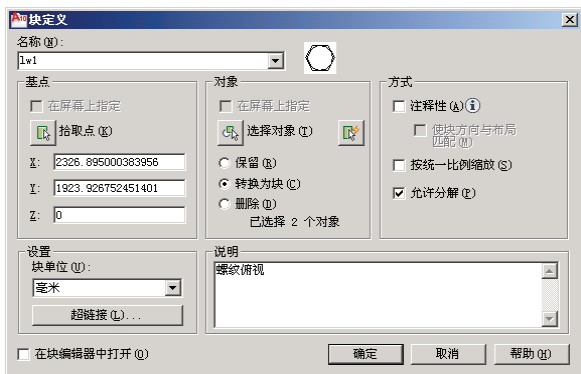

图 7-3 创建块示例
(1) 在“绘图”工具栏中单击创建块按钮。进入“块定义”对话框，如图 7-3 所示，在
- (2) 单击拾取点按钮，在屏幕绘图区利用“圆心”的对象捕捉方式点取圆心。
- (3) 单击选择对象按钮，在屏幕绘图区选择圆和正六边形，回车结束选择。
- (4) 在说明文本框中输入“螺纹俯视”，结果如图 7-3 所示。
- (5) 单击确定按钮，完成块“lw1”的建立。